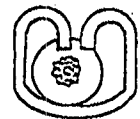

Fig. 4
(2) 絶縁被覆むきの際には、芯線を真直ぐに揃え傷や欠落を生じないようにすること。
(3) 芯線圧着部の内側には、油脂類や、その他異物を付着せぬようすること。
(4) 圧着されていない芯線があったり、芯線圧着部の合わせ目から、芯線の一部がはみ出さぬようにすること。
(5) 絶縁被覆の一部が、芯線圧着部の中に入らぬようすること。
(6) 圧着後、絶縁被覆は、絶縁被覆抑え部に固定されていること。
(7) 電線被覆外径が 3.0 mm 以下の場合、電線が片寄って圧着される場合があります。(Fig. 4)